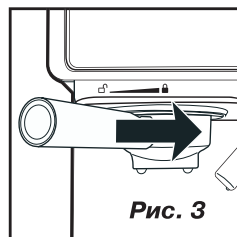

Рис. 3
- Не насыпая кофе в фильтр (16), присоедините держатель (15) к бойлеру, для этого расположите ручку держателя фильтра (13), как показано на рисунке 2, затем поверните её вправо до упора (рис. 3).
- Установите подходящую чашку на решётку (2).
- Включите кофеварку, нажав на кнопку (6) ; индикатор кнопки (6)  будет мигать, сигнализируя о нагреве бойлера.